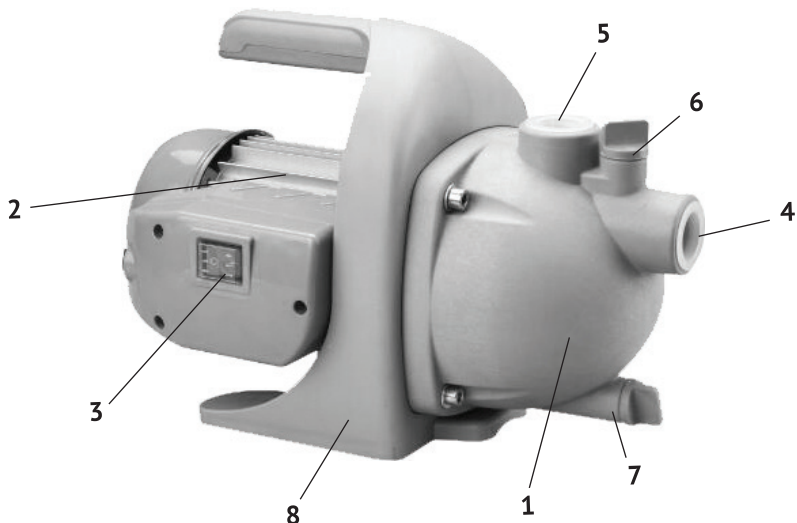

рис.1
Насос - гидравлическая машина, преобразующая механическую энергию приводного двигателя в энергию жидкости, обеспечивающее её движение. Привод насоса осуществляется однофазным асинхронным двигателем переменного тока (рис.1 поз.2). На якорь двигателя крепится рабочее колесо (крыльчатка) насоса, расположенное в пластиковом корпусе (рис.1 поз.1). На корпусе насоса стрелкой указано направление вращения рабочего колеса. Входное (всасывающее рис.1 поз.4) и выходное (нагнетающее рис.1 поз.5) отверстия имеют внутреннюю резьбу 1 дюйм.
Общий вид насоса представлен на рис.1
- водопроводные трубы должны крепиться на специальных подвесках, чтобы не оказывать давление на корпус насоса. Клавиша выключателя (рис.1 поз.3) имеет два фиксированных положения «I» - включено и «0» - выключено.
- после электрического подсоединения, блок управления с выключателем (рис.1 поз.3) должен быть плотно закрыт, чтобы избежать попадания на него влаги;
- выкрутить пробку заливного отверстия (рис.1 поз.6);